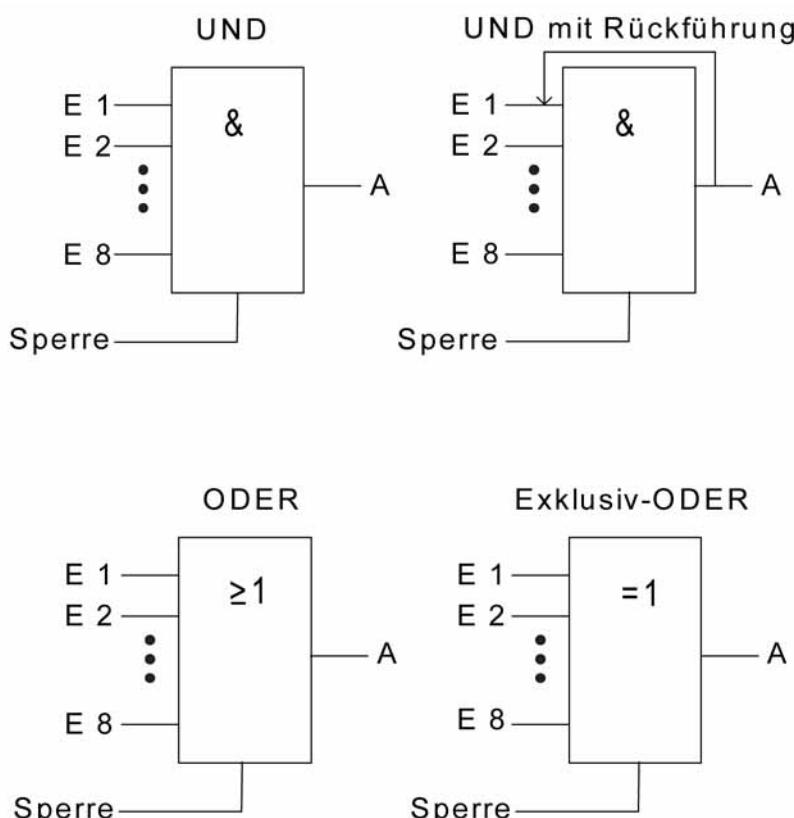

Bild 28: Verknüpfungsfunktionen
Ein Logikgatter besteht aus bis zu acht 1 Bit Eingangsobjekten (E1...E8), die durch Rechtsmausklick hinzugefügt werden können, einem 1 Bit Ausgangsobjekt (A) und einem optionalen Sperrobjekt. Für jedes Logikgatter kann durch den Parameter "Art der Verknüpfung" eine der logischen Funktionen UND, ODER, Exklusiv-ODER oder UND mit Rückführung ausgewählt werden, die anschließend auch in der Baumstruktur dargestellt wird (siehe Bild 28). Jeder Eingang und der Ausgang kann zusätzlich normal oder invertiert ausgewertet werden.